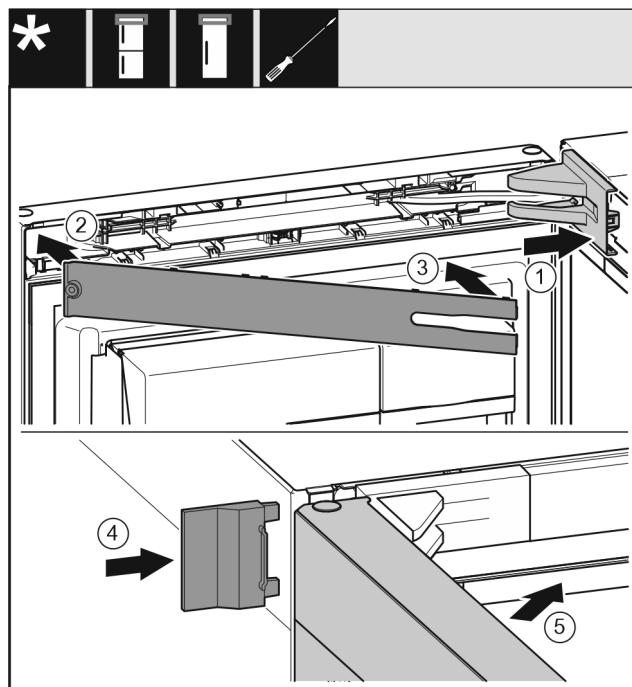

Fig. 49
- Lagerbockabdeckung aufsetzen und einrasten, ggf. vorsichtig auseinanderdrücken. Fig. 49 (1)
- Blende aufsetzen. Fig. 49 (2)
- Blende einschwenken und einrasten. Fig. 49 (3)
- Äußere Abdeckung aufschieben. Fig. 49 (4)
- Obere Tür schließen. Fig. 49 (5)